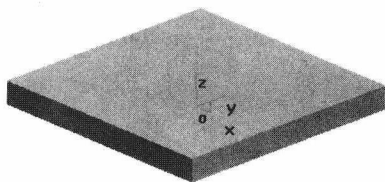

图 1-1-8 底座实体造型
③ 在【深度】文本框中输入“10”,单击【确定】按钮,在绘图区中出現实体造型,如图 1-1-8 所示。